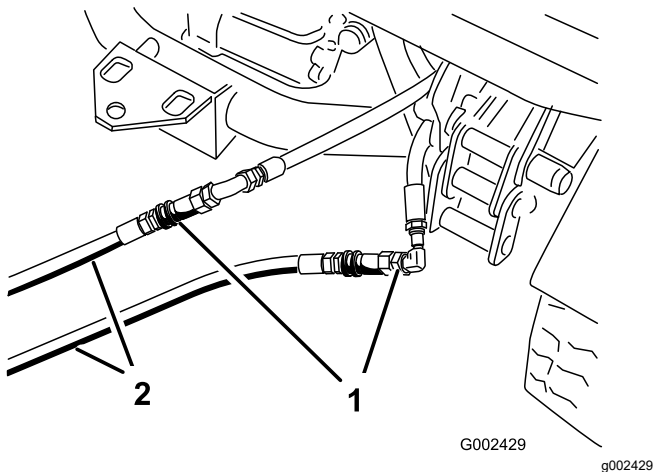

Figura 67
- En la máquina inmovilizada, conecte las dos mangueras de interconexión a las mangueras que fueron desconectadas (Figura 67).